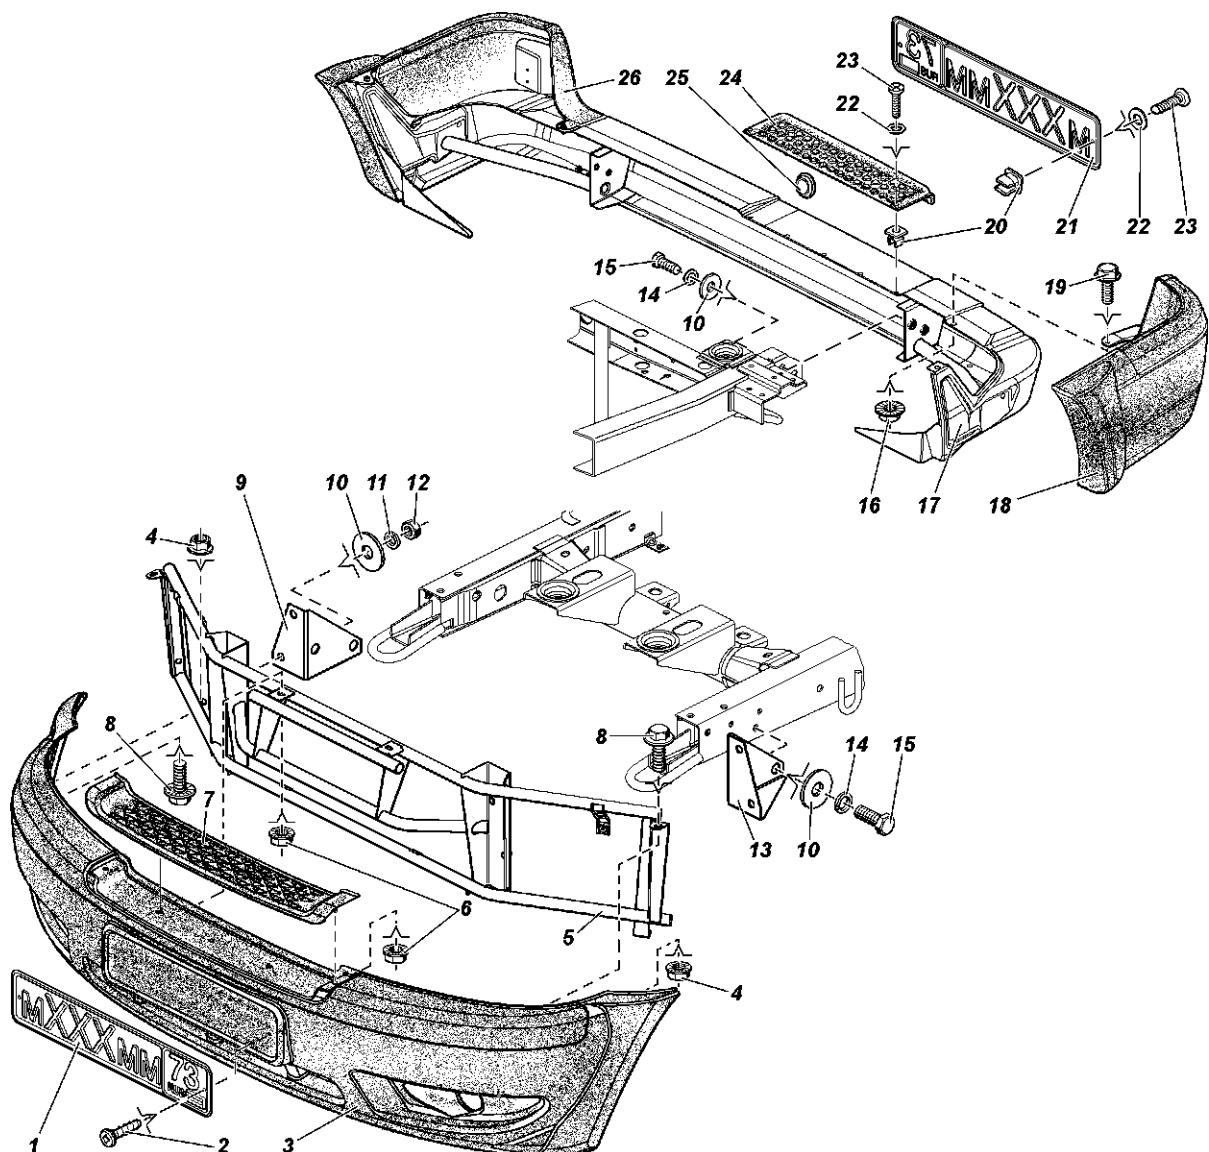

Рис. 15.21. Передний и задний бамперы, крепление номерных знаков:
1. Отверните две гайки 12 (рис. 15.21) крепления бампера к кронштейнам 9 и 13 и снимите бампер.
1. Отверните четыре болта 15 (см. рис. 15.21) крепления заднего бампера к раме.